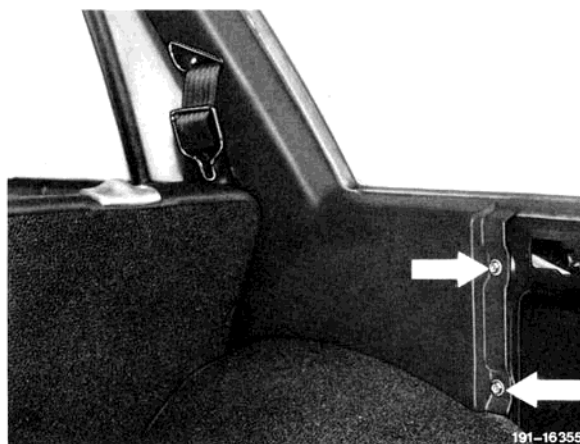

Bild 3
- 6 Hecksäulenverkleidungen ausbauen, dazu die beiden Schrauben lösen (Bild 3).